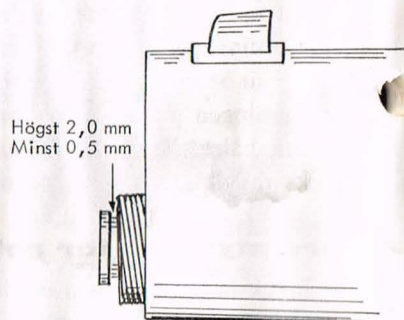

Bild 35. Byte av främre packning
4. Skruva in packningsskruven och dra åt den och utför samtidigt uppreade mekanismrörelser (vapenolja droppas på packning och främre piplager). Om packningen från början är mycket bred och svår att forma kan man tvingas göra mekanismrörelser med packningsskruven åtdragen. Packningen är rätt inpassad, om pipan, sedan man med handen mot mynningen tryckt den bakåt, av fjäderkraften återgår till framfört läge. Avståndet mellan packningsskruvens huvud och packningsmuttern får härvid uppgå till högst 2,0 mm (bild 35).